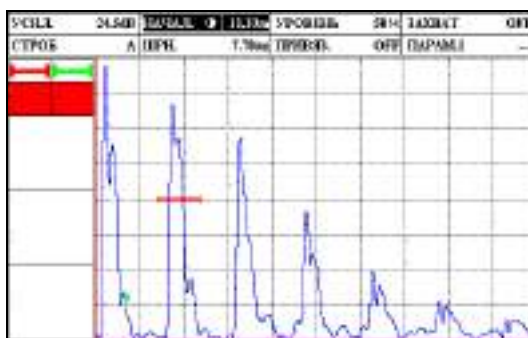

Рисунок 2.33 – Наведение строга А на сигнал от ближнего отражателя
5. Навести строб зона А на сигнал от ближнего отражателя (рис. 2.33).